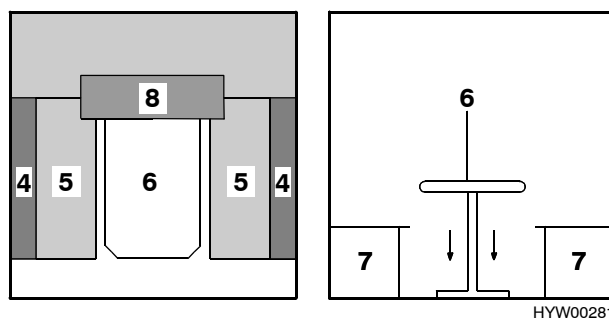

Bild 50 Während des Umbaus
- Tischplatte (Bild 50,6) auf die Höhe des Bettkastens absenken.
- Je nach Modellausführung Brett (Bild 50,8) als Polsterunterlage auflegen.